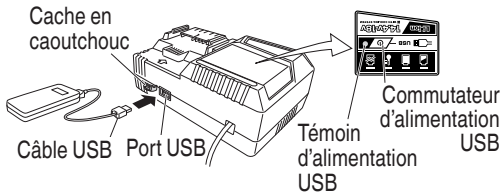

Fig.13
- (2) Mettez le commutateur d'alimentation USB sur marche (Fig. 13)
- (3) Connectez le câble USB. (Fig. 13)
- Mettez le commutateur d'alimentation USB sur arrêt et débranchez le câble d'alimentation de la prise électrique. (Fig. 13)